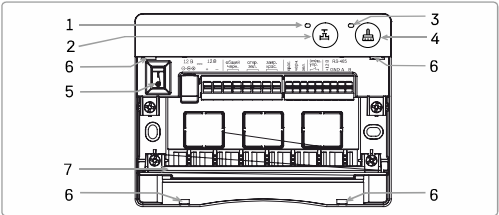
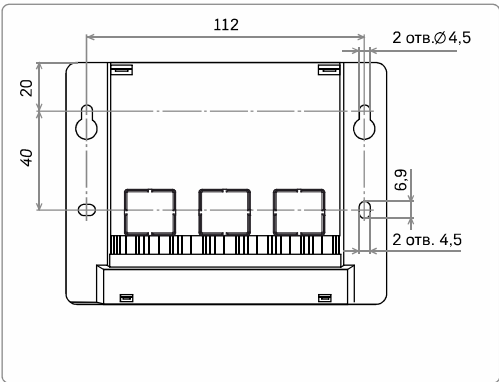

Рисунок 1. Органы управления и индикация
Рисунок 5. Отверстия для крепления модуля управления
- Разметьте и закрепите 2 верхних точки. При креплении на 4 точки, после монтажа на верхние снимите лицевую крышку модуля (крышка крепится на защёлки, см. рис. 1 п. 6) и закрутите нижнюю пару шурупов (рис. 5). Крепление на 4 точки обеспечивает большую фиксацию, но требует больше места при самой установке (может быть актуально для скрытого монтажа, за люками и в нишах). Используйте крепёж, подходящий вашему типу поверхности.
Включение / выключение модуля управления производится нажатием переключателя питания под лицевой крышкой (рис. 1). О включении модуля управления информирует короткий звуковой сигнал.